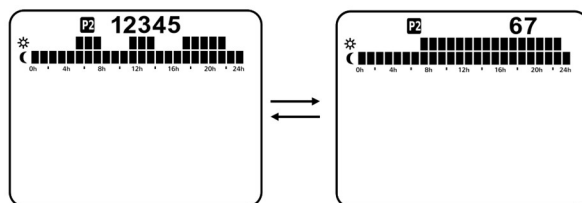

Figura 5. Programación del programa 2, Lunes-Viernes y Sábado-Domingo.
6. Por último, atornille para que la pieza de seguridad sea empujada hacia abajo hasta sentir que hace tope con el radiador (Figura 5).